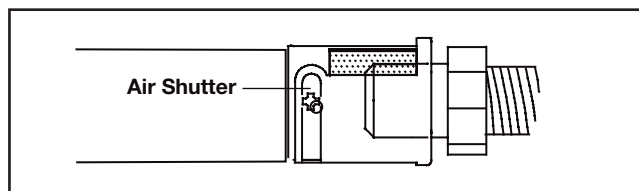

FIG. 2
6. Avant de remettre l'assemblage du brûleur en place, assurez-vous d'ajuster l'ouverture du volet d'air (**Fig. 2**). Voir le tableau de réglage de venturi sur la prochaine page pour plus de détails.